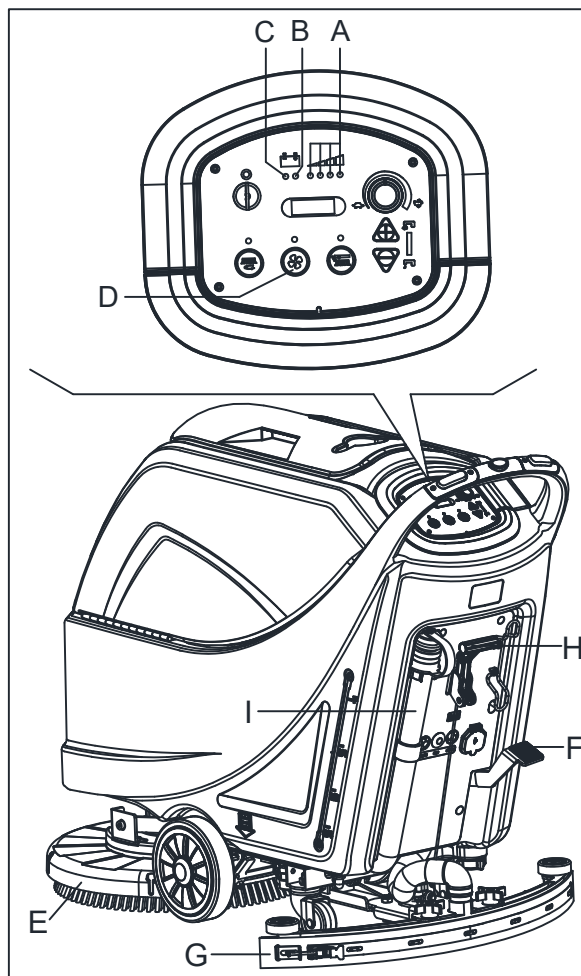
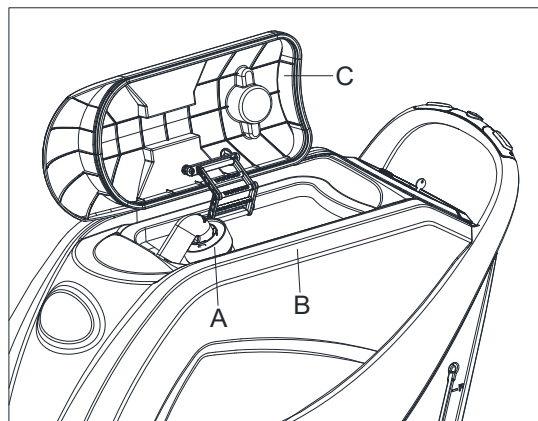

Рисунок 10
Рисунок 11
До тех пор пока горит зеленый предупреждающий световой сигнал (А, Рисунок 10), батареи обеспечивают нормальную работу машины. Когда зеленый предупреждающий световой сигнал (А) выключается, и включается желтый предупреждающий световой сигнал (В), рекомендуется зарядить батареи, потому что оставшегося заряда хватит на несколько минут (в зависимости от характеристик батареи и осуществляемой работы). Когда загорается красный предупреждающий световой сигнал (С), батареи полностью разряжены. Через несколько секунд, щетка/штатив подкладки выключатся автоматически, в то время как вакуумная система и (только для машин с тяговым усилением) приводная система останутся включенными, для завершения сушки пола и перемещения машины в определенное место подзарядки.
Автоматическая плавающая система выключения (А, Рисунок 11) блокирует вакуумную систему, когда бак утилизации (В) полон. Дезактивизация вакуумной системы сигнализируется внезапным увеличением частоты шума двигателя вакуумной системы, а также пол не высыхает.
Если вакуумная система выключилась случайно (например, когда поплавков активируется из-за внезапного движения машины), для возобновления работы: выключите вакуумную систему, нажав на переключатель (D, Рис. 10), затем откройте крышку (C, Рисунок 11) и проверьте и убедитесь, что поплавков внутри решетки (A) находится ниже уровня воды. Затем закройте крышку (C) и включите вакуумную систему, нажав на переключатель (D, Рисунок 10).
Когда бак утилизации (B, Рис. 11) полон, слейте его в соответствии со следующей процедурой.
2. Поднимите настил щетки/штатива подкладки (E, Рисунок 10), нажав на педаль (F, Рисунок 10). (только для дисковой машины).
3. Поднимите швабру (G, Рисунок 10) при помощи рычага (H, Рисунок 10).
5. Слейте бак утилизации при помощи шланга (I, Рисунок 10). Затем промойте бак (B, Рисунок 11) чистой водой.